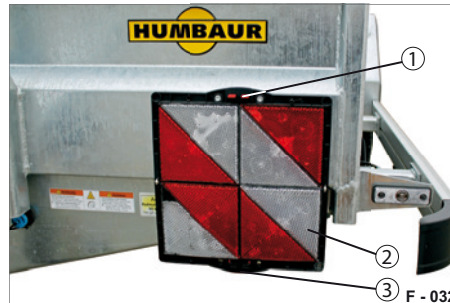

Abb. 67 Park-Warntafel, aufgeklappt
- ▶ Drücken Sie die Drucksicherung (Abb. 67/3) ein und klappen Sie dabei die obere Teilhälfte der Warntafel herunter.
Die Drucksicherung (Abb. 67/3) rastet automatisch in der Verriegelung (Abb. 67/1) ein.